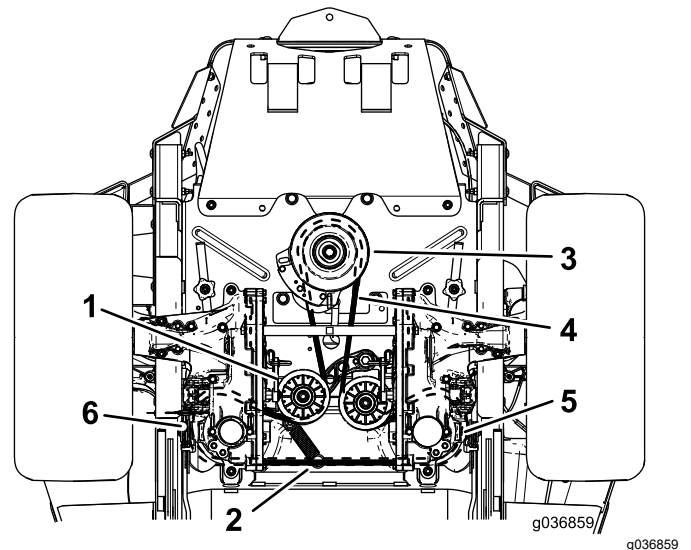

Figura 66
4. Levante la máquina y apóyela sobre gatos fijos (Figura 66).
6. Retire el muelle tensor del espárrago (Figura 66).
8. Instale la correa nueva alrededor de la polea del motor y de las 2 poleas de la bomba hidráulica (Figura 66).